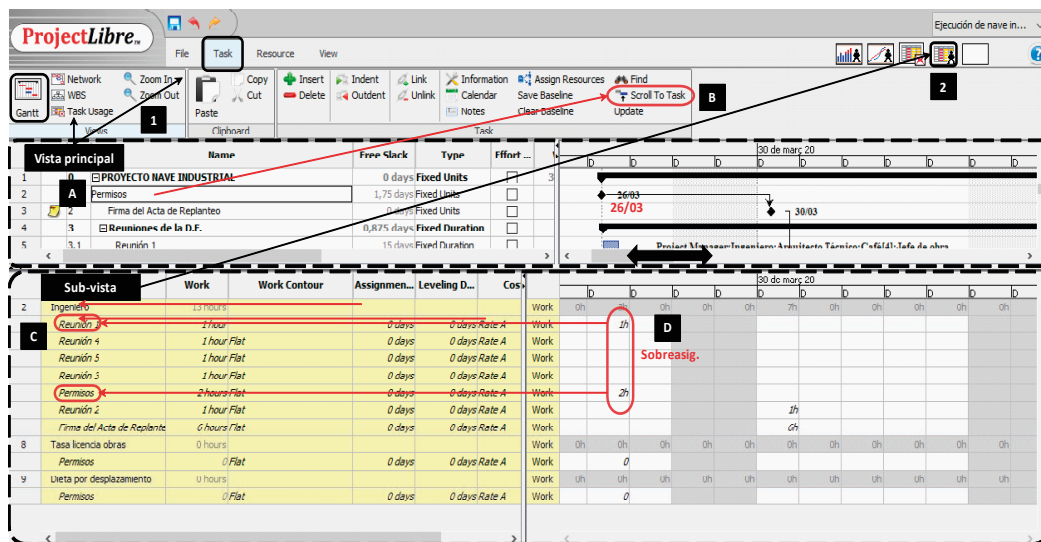

Figura 63.
3) *Vista combinada Gantt – Uso de recursos*. Permite dividir el panel del ProjectLibre en dos paneles, uno superior donde se visualiza el Gantt y, uno inferior, donde se visualiza el Uso de los recursos. Para acceder a esta vista, desde la vista Tabla de tareas y Gantt **1**, basta clicar en la subvista Uso de recursos **2** (véase figura 63). La asignación de recursos se identifica de la siguiente manera: